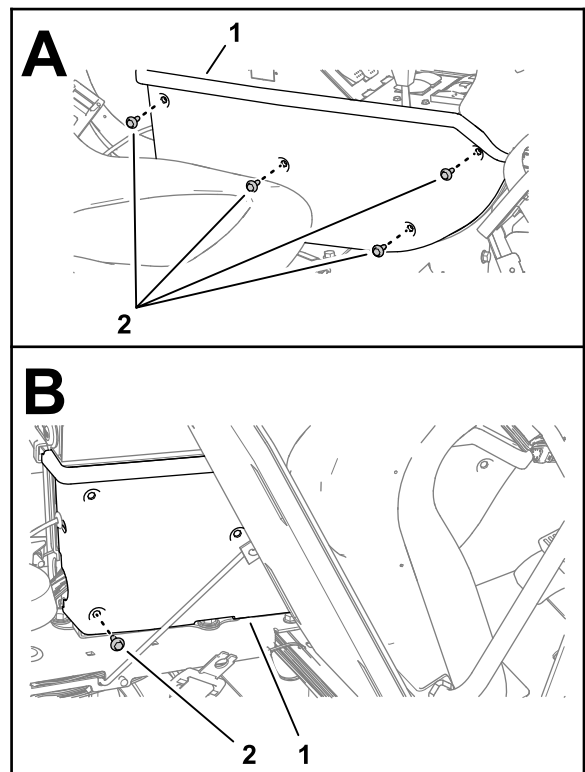

Figura 177
2. Retire los 4 tornillos con arandela prensada ( $\frac{1}{4}$ " x  $\frac{3}{4}$ ") que sujetan el panel lateral de la consola central, como se muestra en la Figura 177.
3. Inclina el asiento del pasajero hacia adelante y retire el tornillo con arandela prensada trasero inferior (Figura 177).